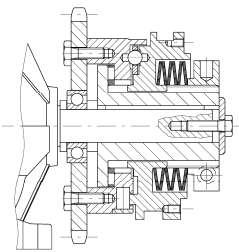
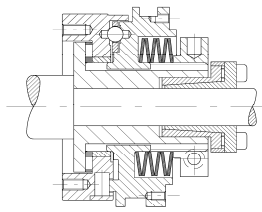

FIG. 4
FIG. 5
- Il fissaggio del dispositivo può essere effettuato assialmente con vite e rondella (FIG.4). Oltre a questo bloccaggio std. possono essere utilizzati anche, a richiesta, calettatori interni (FIG.5) o anelli conici (FIG.6).
- The device can be fixed axially with a screw and washer (FIG.4). In addition to this std. fixing system can also be used, on request, a locking assembly (FIG.5) or locking element (FIG.6).